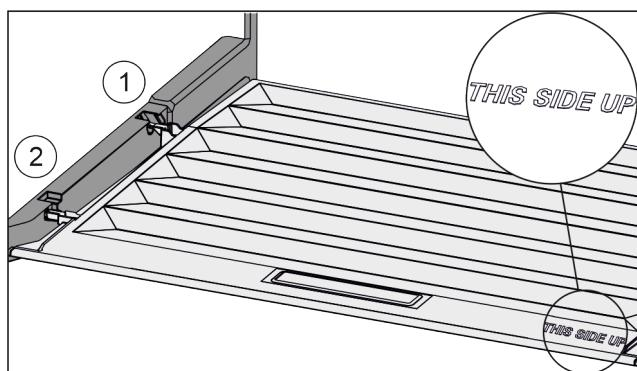

Fig. 102
- ▶ 从后部固定支架 Fig. 102 (1)开口导入桥形接片并卡入固定支架 Fig. 102 (2)的前端。